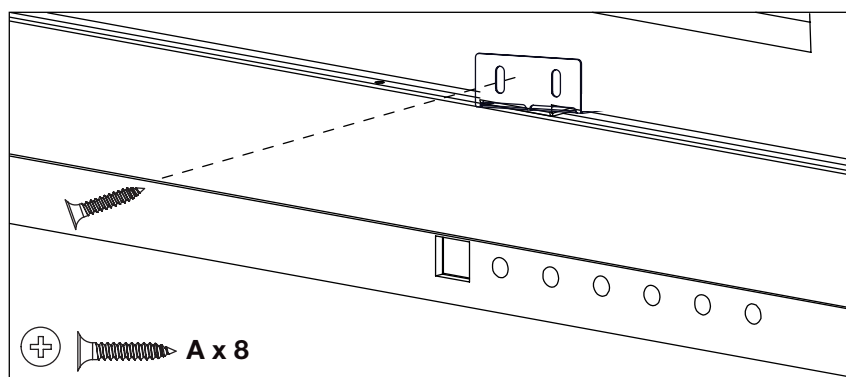

Fig. 3
7. Fixez l'appareil à l'encadrement brut en installant 8 vis (fournies) à travers les supports métalliques (**Fig. 3**).